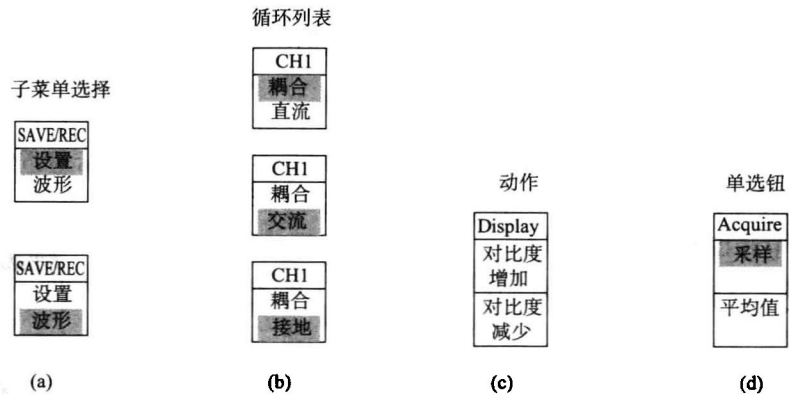

图 1-3 示波器菜单功能举例
(1) 子菜单选择。对于某些菜单，可使用面板上部的选项按钮来选择两个或三个子菜单。每次按下某个按钮时，选项显示提示都会随之改变。例如，按下“保存/调出”(SAVE/RECALL)按钮，然后按下菜单对应的顶端选项按钮，示波器的菜单显示将在“设置”和“波形”间进行切换，如图 1-3 (a) 所示。
(2) 循环列表选择。每次按下这类选项按钮时，示波器都会将参数设定为不同的值。例如，可按下“CH1 菜单”按钮，然后按下耦合对应的顶端选项按钮，那么“耦合”方式将在直流、交流、接地之间进行选项切换，如图 1-3 (b) 所示。
(3) 动作选择。当按下“动作选项”按钮时，示波器显示会立即给出动作选项的类型。例如，按下“显示菜单”(Display)按钮，然后再按下“对比度增加”对应的选项按钮，这时示波器屏幕会立即改变对比度的显示深度，如图 1-3 (c) 所示。
(4) 单选钮选择。示波器为区分每一选项的内容，使用不同的显示环境提示。每个当前选择的选项被加亮为黑色衬底显示文字。例如，当按下“采集菜单”(Acquire)按钮时，示波器会显示不同的采集模式选项。要选择某个选项，可按下相应按钮，相应的选项被加亮，如图 1-3 (d) 所示。